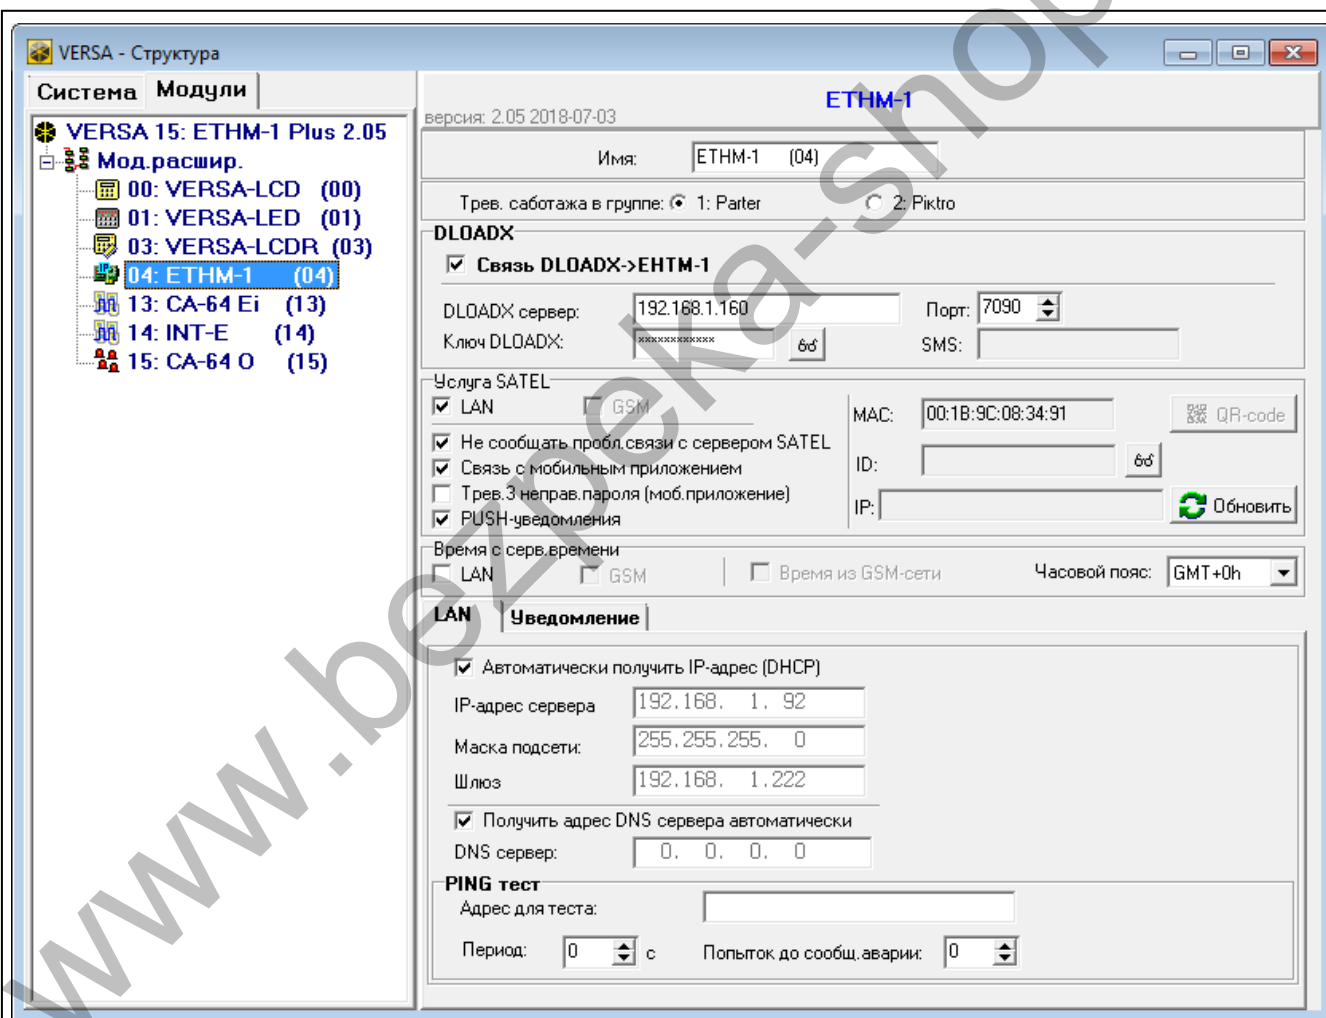

Рис. 12. ПО DLOADX: настройки модуля, подключенного к прибору VERSA.
- программа DLOADX: → окно «Versa – Структура» → закладка «Модули» → ветка «Модули расширения» → [название модуля] (рис. 12).